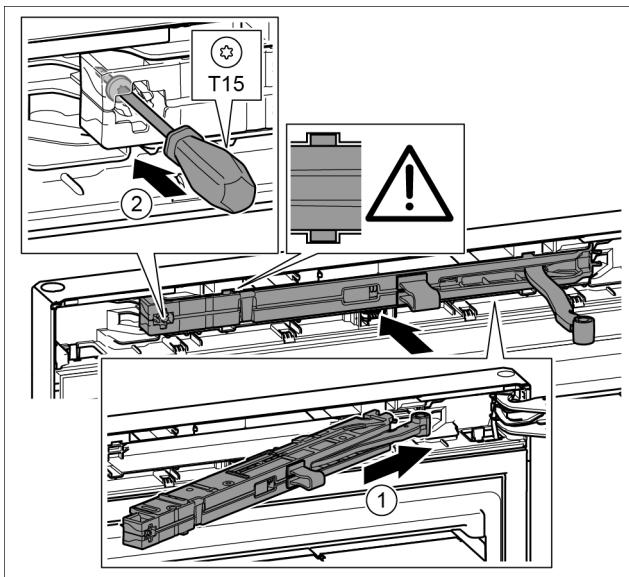

Fig. 48
- Під нахилом просуньте демпферний вузол з боку опорного кронштейна в отвір до упору. Fig. 48 (1)
- Закрутіть гвинт за допомогою викрутки T15. Fig. 48 (2)